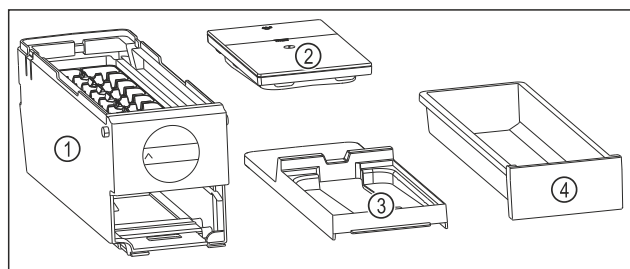

Fig. 107 Az EasyTwist-Ice alkotórészei
- Az EasyTwist-Ice egység négy darabra van szétszedve. (lásd Fig. 107)
- Az EasyTwist-Ice egységet csak az ábrázolt alkotórészekre szedje szét. (lásd Fig. 107)
- Az EasyTwist-Ice testét Fig. 107 (1) egy egységként tisztítsa.